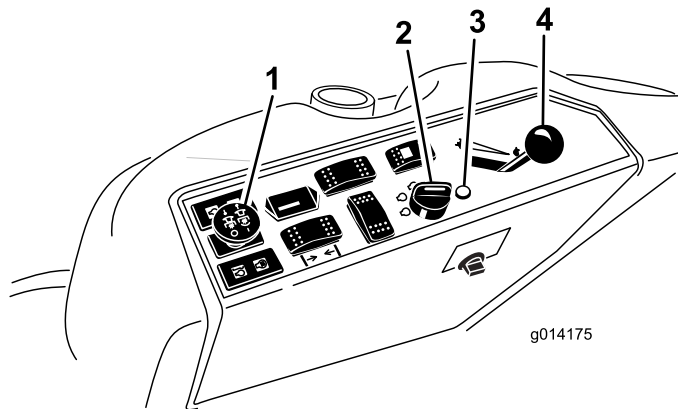

Figura 13
4. Mueva la toma de fuerza (PTO) a la posición Desengranada (Figura 13).
5. Ponga la palanca del acelerador en un punto intermedio entre las posiciones Lento y Rápido (Figura 13).